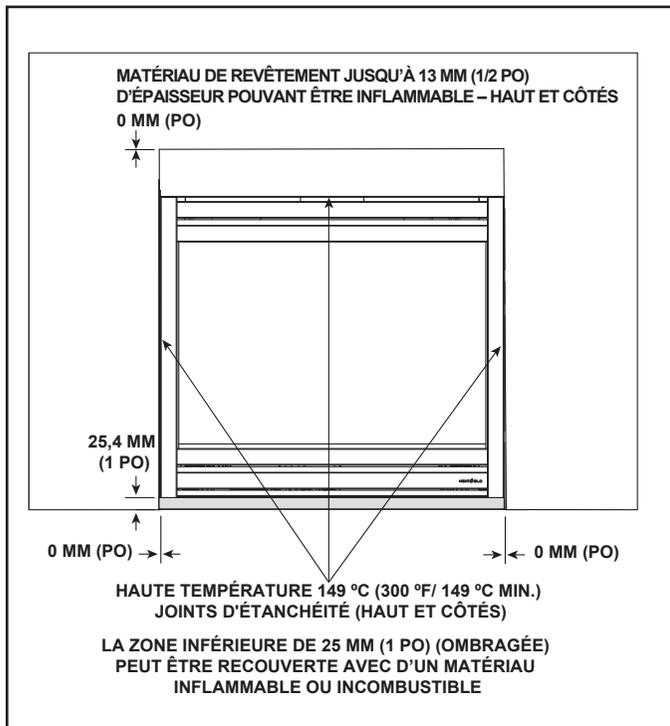

Figure 10.6 Matériaux de revêtement
- Pour les joints d'étanchéité entre le mur fini et les faces du dessus et des côtés de l'appareil, utilisez un produit d'étanchéité prévu pour une température de 150 °C (300 °F). Reportez-vous à la Figure 10.6 et à la Figure 10.7.